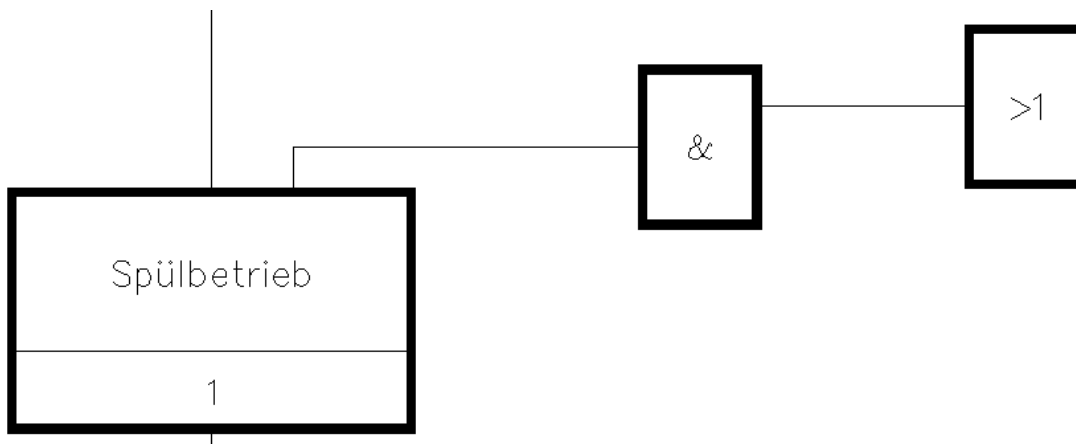

Bild 1.13 – Einfügen eines ODER-Gatters
- Fügen Sie dann, wiederum rechts und etwas oberhalb des UND-Gatters, mit Hilfe der Funktion *Zustandsgraph Oder* ein ODER-Gatter ein, das Sie auf gleiche Art wie vorhin mit dem UND-Gatter verknüpfen (Abb. 1.13).